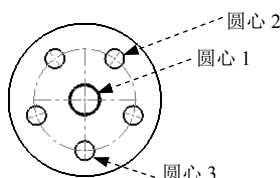

图 9.4.26 选取剖切点
Step4. 然后选取如图 9.4.26 所示的圆心 1、圆心 2、圆心 3，然后单击  按钮。